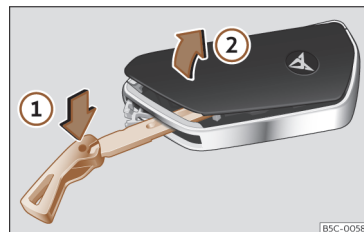

Abb. 69 Fahrzeugschlüssel: Abdeckung des Batteriefachs öffnen.
- Schlüsselbart in den Schlitz >>> (Abb. 69) stecken, in Pfeilrichtung ① drücken und Abdeckung abhebeln ②.